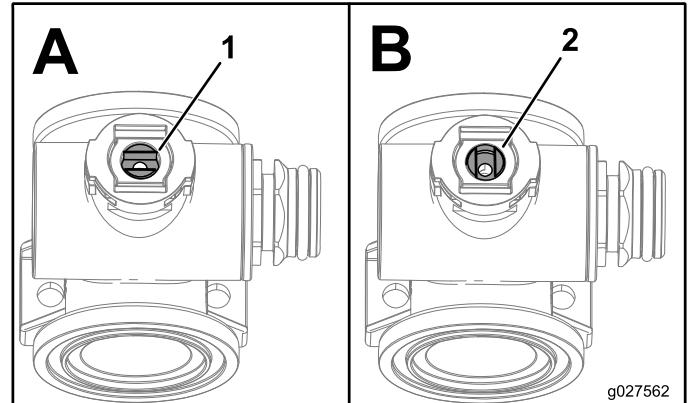

Рисунок 1
- Расположите шток клапана таким образом, чтобы он был закрыт (вид В; Рисунок 1).
- Поверните шток клапана таким образом, чтобы шарик был в открытом положении (вид А; Рисунок 1).